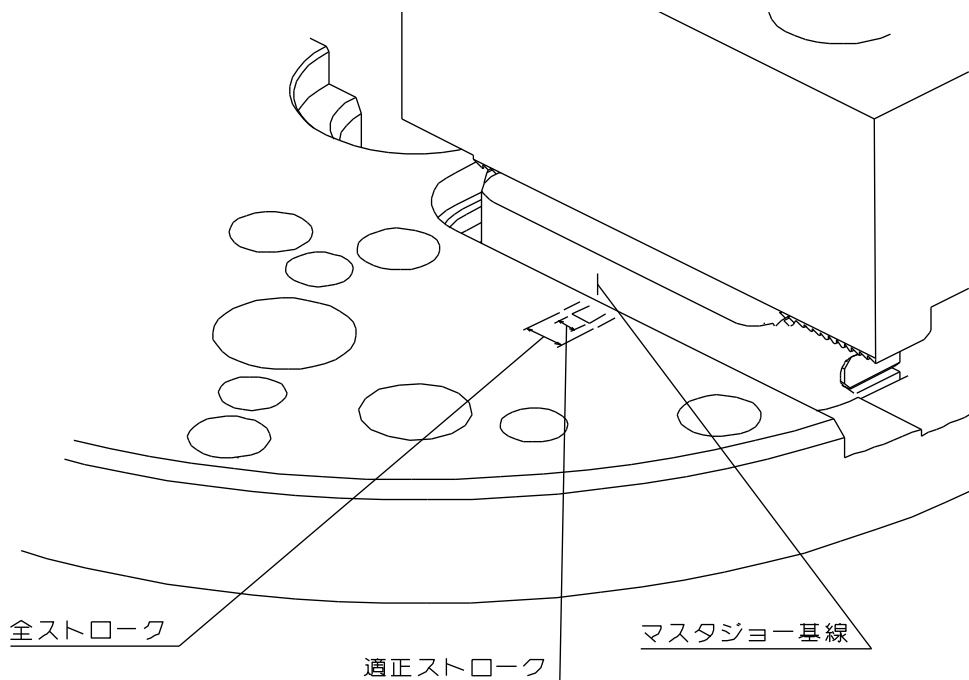

図 17
- 図 17 に示すように、No.1 マスタジョー横面の基線マークが全ストローク範囲内にあることを確認すること。作業前あるいはグリース給油時等、1日に一度以上ジョーをフルストロークさせて確認すること。ドロースクリューが緩んだりして全ストローク範囲から外れると、工作物を把握していないことがあり、工作物が飛散して危険。